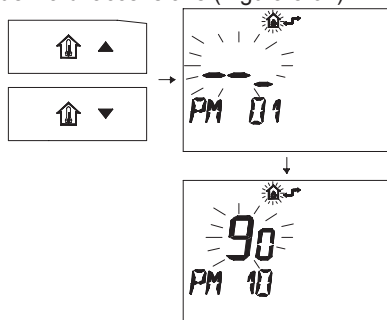

Figura 5.67
- Premere i pulsanti o per visualizzare la programmazione "PM 10" della frequenza di accensione (Figura 5.67).
Nella Figura 5.67 si visualizza un SET programmato di 90 corrispondente ad un tempo di riaccensione di 3 minuti circa.